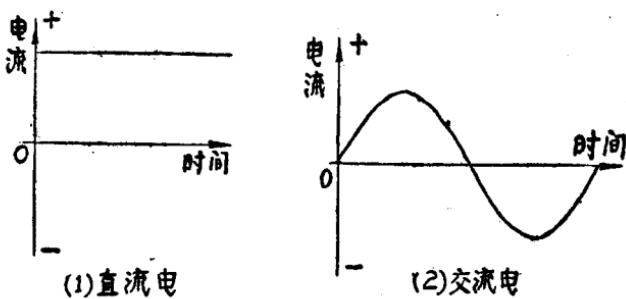

图 1-5 电流和时间的关系示意图
以上所講的都是屬於直流电方面的情况，所謂直流电就是电势和电流的方向和大小在任何时间里都是恒定不变的。所謂交流电就是电势和电流的方向作周期性地改变的。如以縱坐标表示电势或电流的大小，而以横坐标表示时间，则直流电和交流电可分別簡單表示如图 1-5 (1) 及 (2)。